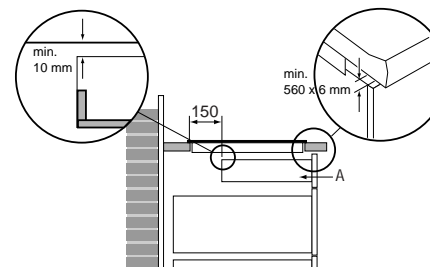

Fig. 9: Tiroir au dessous de la table induction
- Avec un tiroir, il faudra effectuer à l'avant une fente d'au moins 560 x 6 mm (voir fig. 9). **Attention** : un tiroir ne doit pas obstruer les trous d'évent situés dans la partie inférieure de l'appareil.
- La distance entre le tiroir A et la plaque de cuisson doit être d'au moins 10 mm. Dans le cas d'un panneau fixe, aucune aération supplémentaire n'est nécessaire (voir fig. 9).